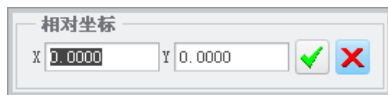

图 4.9.20 “相对坐标”提示框
- (1) 在绘图区中单击，此点即为直线起点。
- (2) 在空白处右击，在系统弹出图 4.9.19 所示的快捷菜单中选择 **相对坐标(Y)...** 命令，系统弹出图 4.9.20 所示的 **相对坐标** 提示框。
(3) 在提示框的 **X** 文本框中输入相对横坐标值 0，在 **Y** 文本框中输入相对纵坐标值 40。
(4) 单击 **✓** 按钮，完成直线 1 的绘制。